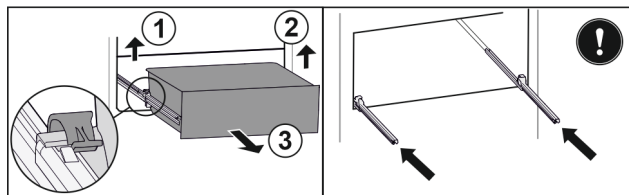

Fig. 26
- ▶ Podnieść lewy zacisk i wysunąć jednocześnie szufladę po lewej do przodu Fig. 26 (1).
- ▶ Podnieść prawy zacisk i wysunąć jednocześnie szufladę po prawej do przodu Fig. 26 (2).
- ▶ Wyjąć szufladę do przodu Fig. 26 (3).